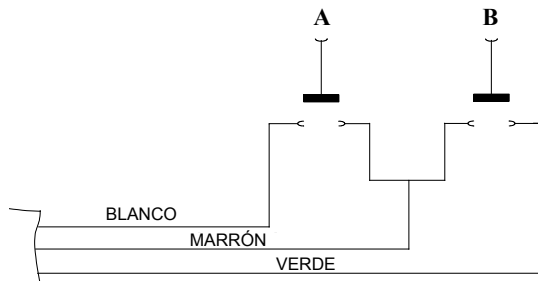

Fig. 2
Para la conexión de los cables remotos consulte la fig. 2.
La lámpara se enciende y se apaga actuando en el pulsador "A" (fig. 2).
c) Para alcanzar inmediatamente la mínima intensidad luminosa pulse el pulsador "B" (fig. 2). Al alcanzarse la mínima intensidad luminosa se emite una señal acústica (1 bip).